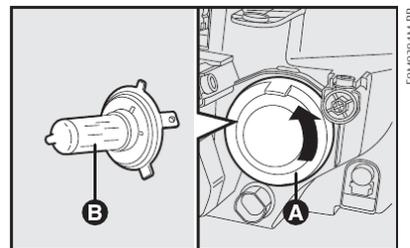

fig. 18
### FARÓIS BAIXOS E ALTOS - fig. 18
- extrair a lâmpada B-fig. 18 e substituí-la;